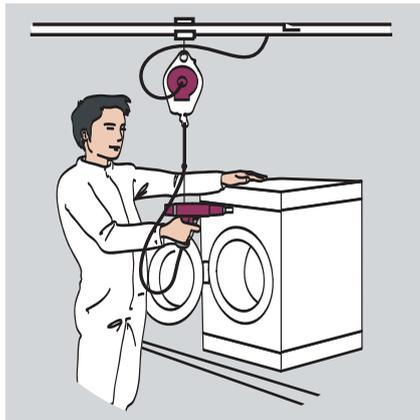
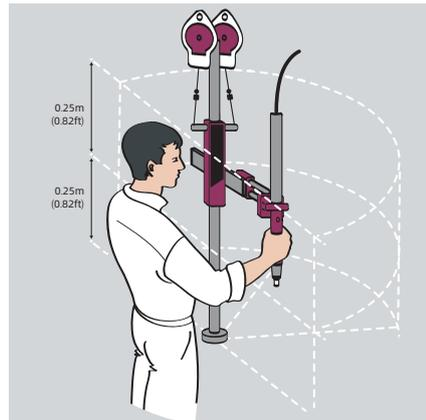

图2：平衡器
图3：反作用力臂（平衡力臂）
2. 工具在工区域中的位置：应当触手可及，同时高度应该合适，避免操作者频繁地来回移动（图2和图3）。
3. 力的施加：尽可能减少不断重复的拉力，反作用扭力（图2和图3）。